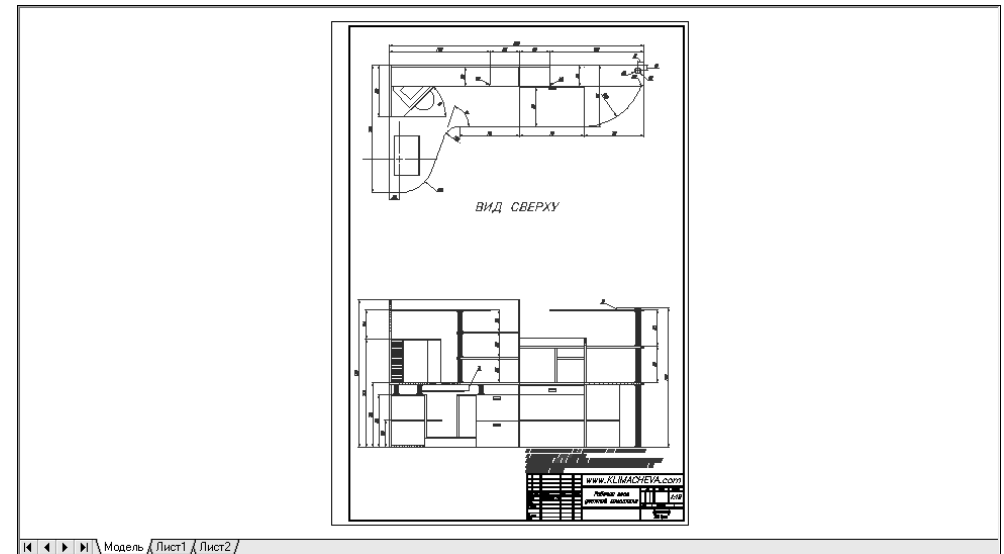
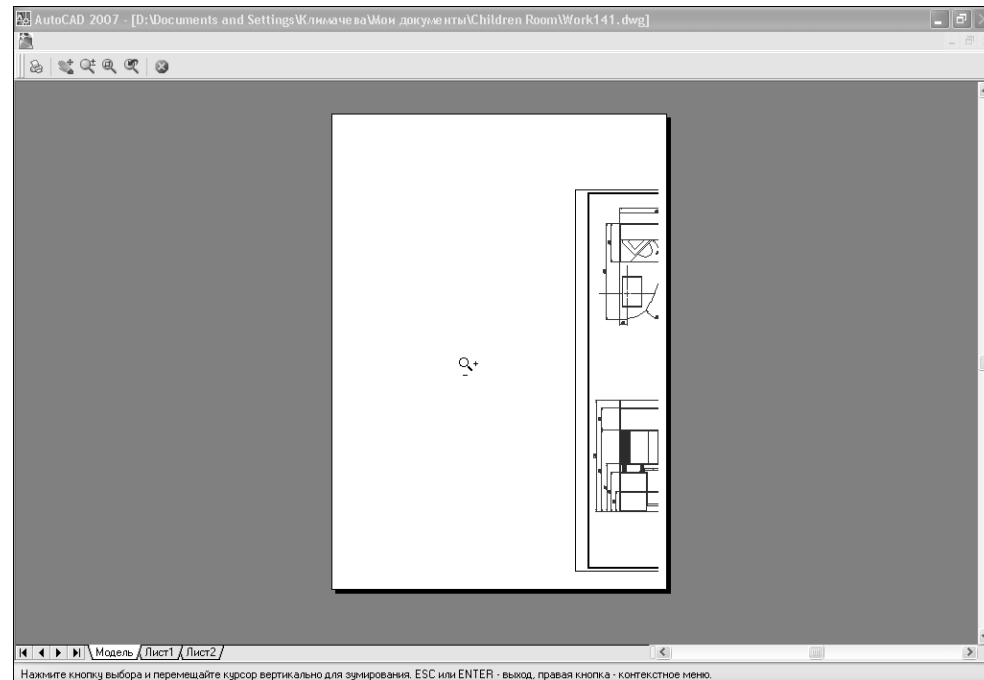

Рис. 14.1 ▼ Чертеж с элементами оформления, выполненными на листе **Модель** (Model)
Рис. 14.10 ▼ Предварительный просмотр дает неожиданный результат
1. Откройте файл Work111.dwg, измените масштаб по границам чертежа, а затем немного уменьшите его с помощью инструмента **Зумирование в реальном времени** (Zoom Realtime) и сохраните текущее состояние чертежа в файле Work141.dwg. Как видно из чертежа (рис. 14.1), его элементы оформления выполнены прямо на листе **Модель** (Model). Для распечатки этого чертежа остается лишь настроить параметры страницы.
Щелкнув на кнопке **Просмотр** (Preview), вы перейдете в режим предварительного просмотра, результаты которого, скорее всего, вас озадачат (рис. 14.10).
Таким образом, чтобы исправить проблему, показанную на рис. 14.10, достаточно установить флажок **Центрировать** (Center the plot) либо ввести в качестве параметров смещения **X** и **Y** значения **-130** и **20**, соответственно.
ся левый нижний угол области черчения. Сравните рис. 14.10 с рис. 14.1 и вы поймете, почему при печати в режиме **Экран** (Display) с установленными нулевыми значениями смещения по **X** и **Y** мы получили результат, показанный на рис. 14.10.